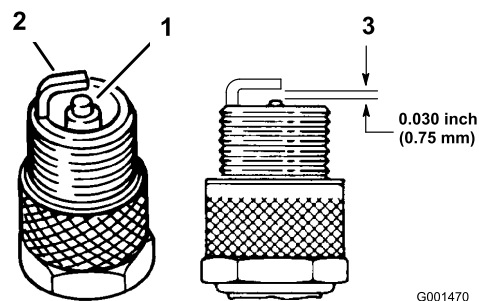

Figura 50
1. Controllate il centro delle candele (Figura 50). Se l'isolatore è di color marrone chiaro o grigio, il motore funziona correttamente. Una patina nera sull'isolatore significa in genere che il filtro dell'aria è sporco.
2. Controllate la distanza tra gli elettrodi centrale e laterale (Figura 50). Piegare l'elettrodo laterale (Figura 50) se la distanza non è corretta.
3. Collegate i cappellotti alle candele (Figura 50).